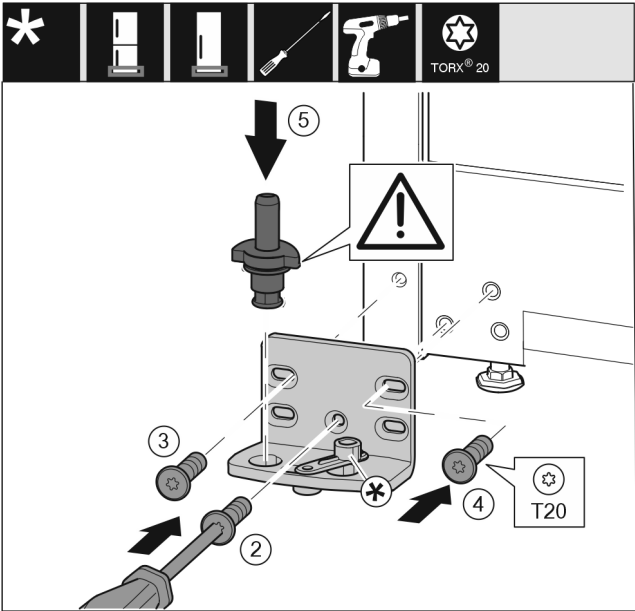

Fig. 11
- 将托架安装到另一侧，并借助 T20 螺丝刀旋紧。用螺钉 2 从底部的中心开始。 Fig. 11 (2)
- 拧紧螺钉 3 和 4。 Fig. 11 (3,4)
- 将轴承螺栓完全装入。同时注意止动凸轮需指向后方。 Fig. 11 (5)